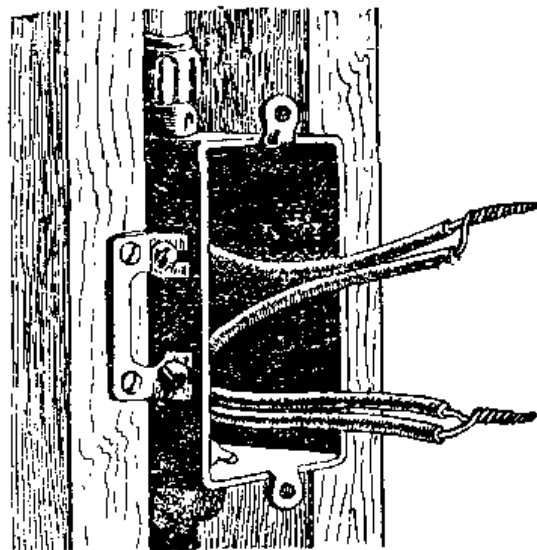

Рис. IV.45.
**Рис. IV.45.** Скрутка «хвостиком» используется, когда необходимо соединить два провода. Скрутка обычно помещается в соединительную коробку. Перед тем как закрыть коробку, соединения необходимо хорошо пропаять и затем обмотать изоляционной лентой.